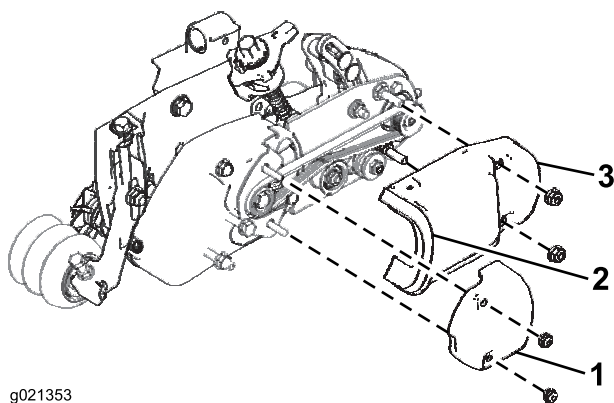

Figura 14
2. Instale a cobertura de acesso do rastelo (Figura 14).